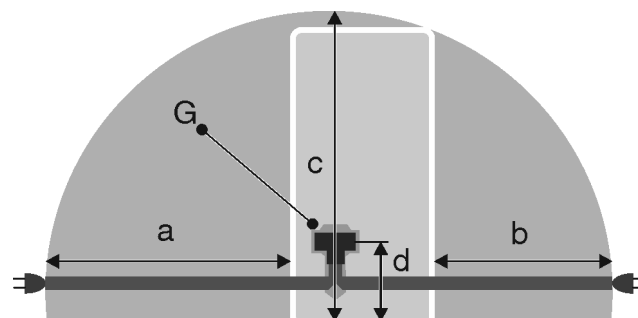

Fig. 55 Kyl-/frys-kombinationer/frysar/rooms-BioFresh-apparater*
- Eluttaget är inte placerat bakom skåpet, utan i området a eller b *Fig. 55 (a, b, c)*.
- ▶ Anslut kontakten *Fig. 55 (G)* på apparatens baksida. Se till att den fastnar med ett klick.